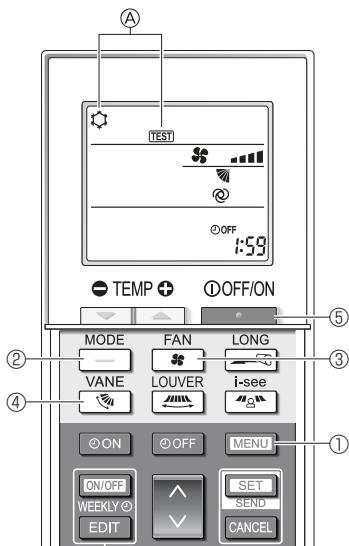

Fig. 8-5
- Appuyez sur la touche **[MENU]** ① pendant 5 secondes. (Fig. 8-5)
- Appuyez sur la touche **[MENU]** ①.
La mention ④ [TEST] et le mode de fonctionnement en cours sont affichés. (Fig. 8-5)
- Appuyez sur la touche **[—]** ② pour activer le mode refroidissement, puis vérifiez que de l'air froid est soufflé par l'appareil.
- Appuyez sur la touche **[—]** ② pour activer le mode chauffage, puis vérifiez que de l'air chaud est soufflé par l'appareil.
- Appuyez sur la touche **[■]** ③ et vérifiez que la vitesse du ventilateur change.
- Appuyez sur la touche **[■]** ④ et vérifiez que l'ailette automatique fonctionne correctement.
- Appuyez sur la touche **[■]** ⑤ pour terminer l'essai de fonctionnement.